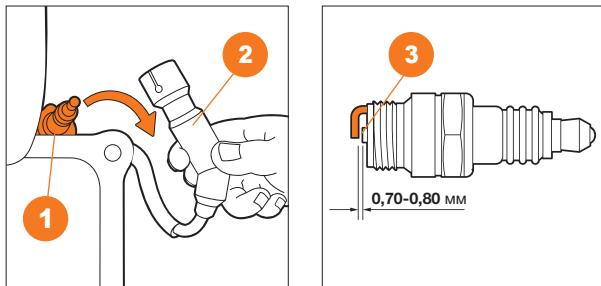

Рис. 26
1. Снимите высоковольтный колпачок ② свечи зажигания ① (Рис. 26).
2. Выверните свечу зажигания ① при помощи свечного ключа.
4. Очистите свечу зажигания от нагара металлической щеткой, измерьте зазор между электродами при помощи плоского щупа. При необходимости откорректируйте зазор, осторожно подгибая боковой электрод ③. Зазор должен быть в пределах: 0,7-0,8 мм.